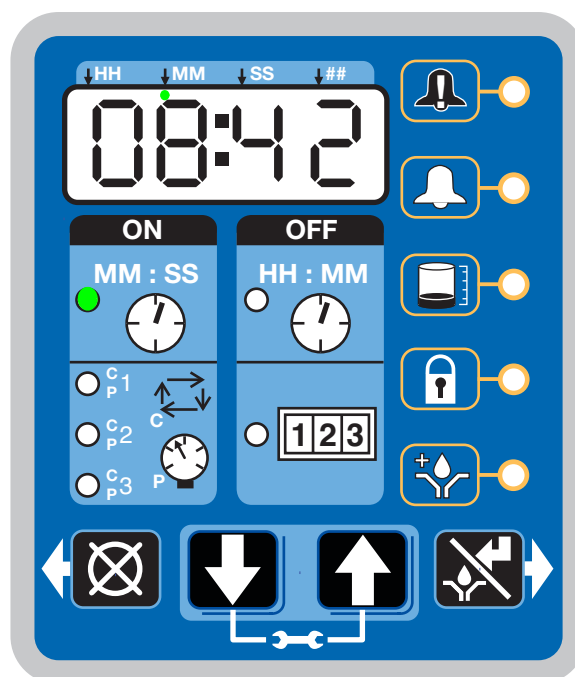

FIG. 42
- Quand le compte à rebours du temps d'arrêt arrive à zéro, la pompe de lubrification automatique G3 allume la pompe qui se met en marche pour le cycle de temps de marche programmé (FIG. 42).
- L'exemple illustré à la FIG. 42 montre un temps de marche de 8 heures et 42 minutes avant la fin du cycle de lubrification.